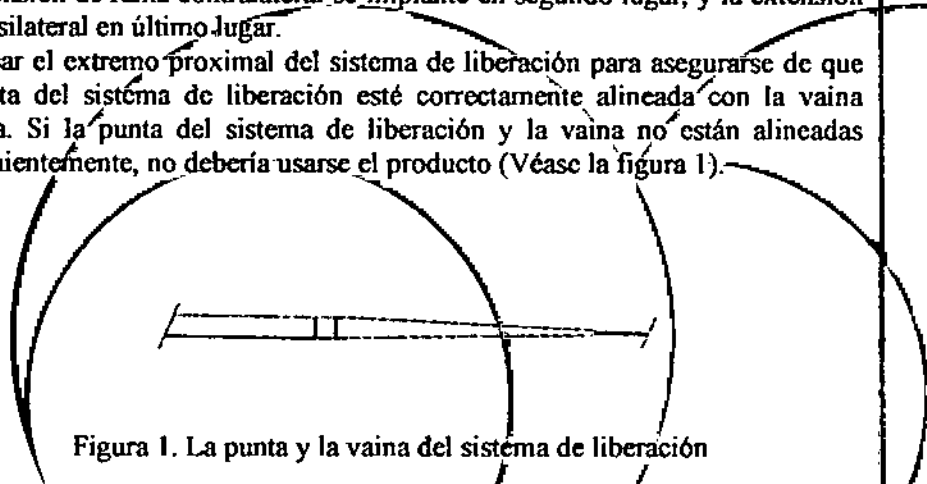

Figura 1. La punta y la vaina del sistema de liberación
- Verificar el extremo proximal del sistema de liberación para asegurarse de que la punta del sistema de liberación esté correctamente alineada con la vaina externa. Si la punta del sistema de liberación y la vaina no están alineadas convenientemente, no debería usarse el producto (Véase la figura 1).
- Verificar el extremo proximal del sistema de liberación para asegurarse de que la punta del sistema de liberación esté asentada correctamente en la vaina externa. Si no se asienta correctamente, como se muestra en la figura 1, no se debería utilizar el dispositivo.